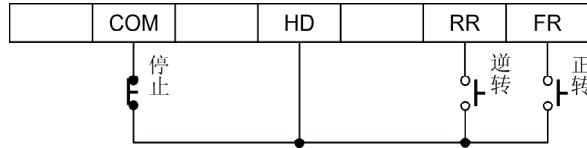

图6-1 运转信号保持电路
- (1) 用按钮式开关等瞬时接点开始运转和停止时,按图6-1所示进行布线,并请设定功能代码(多功能输入端子相关代码及Cd001=2)。